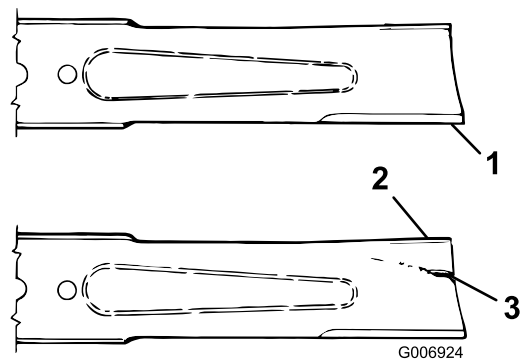

Figure 75
3. Examinez attentivement les tranchants de la lame, particulièrement au point de rencontre de la partie plane et de l'ailette (**Figure 75**).
4. Remplacez la lame si elle est usée (**Figure 75**) ; voir **Contrôle du plan de lame** (page 75).
Si la lame est trop usée, une entaille se forme entre l'ailette et la partie plane (**Figure 75**). La lame peut alors se briser et un morceau être projeté du dessous de la machine, vous blessant gravement ou une personne à proximité.